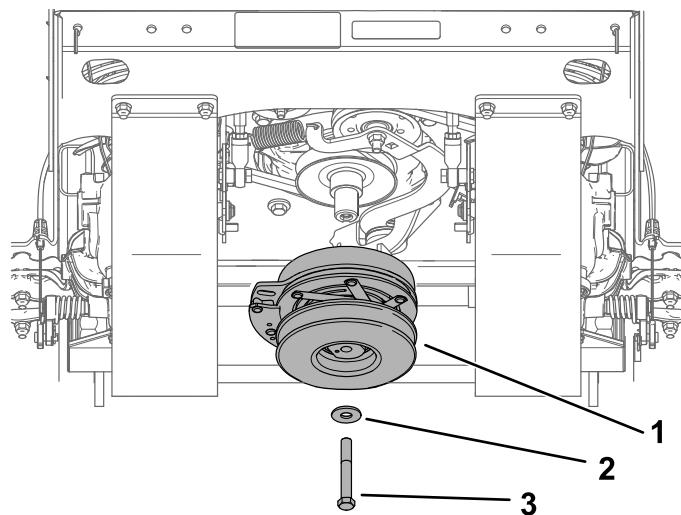

Figura 56
4. Rimuovete la puleggia della frizione (Figura 56).
12. Montate la puleggia della frizione (Figura 56). Serrate il bullone a 68–81 N·m.